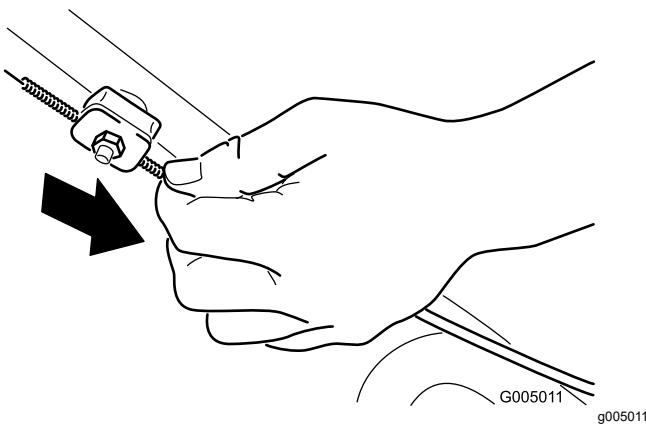

Figura 43
3. Tire hacia abajo de la cubierta del cable (hacia el cortacésped) hasta eliminar la holgura en el cable (Figura 43).